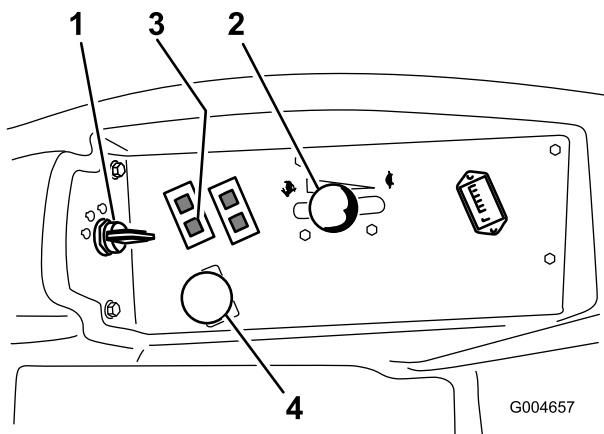

Figure 44
4. Placez la commande de prise de force (PDF) en position désengagée (Figure 44).
5. Réglez la commande d'accélérateur à mi-course entre les positions Bas et Haut régime (Figure 44).